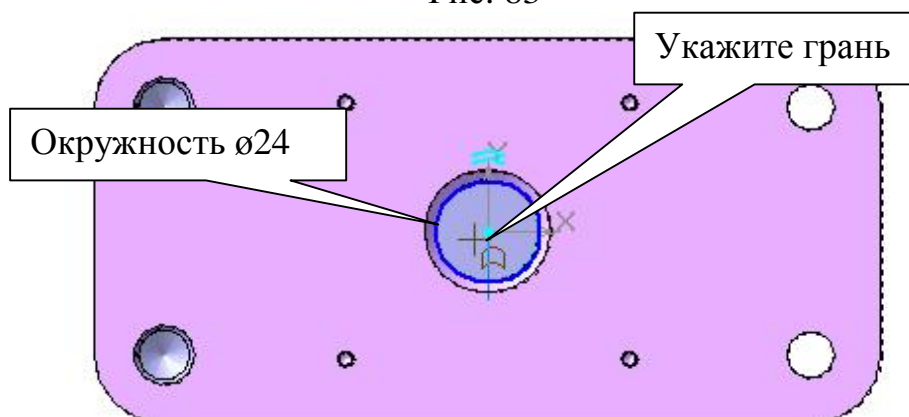

Рис. 84
- 3) Система перейдет в режим редактирования эскиза . Нажмите кнопку **Спроецировать объект**  на панели **Геометрия**  и спроецируйте грань, рис. 84, получив окружность  $\varnothing 24$ .